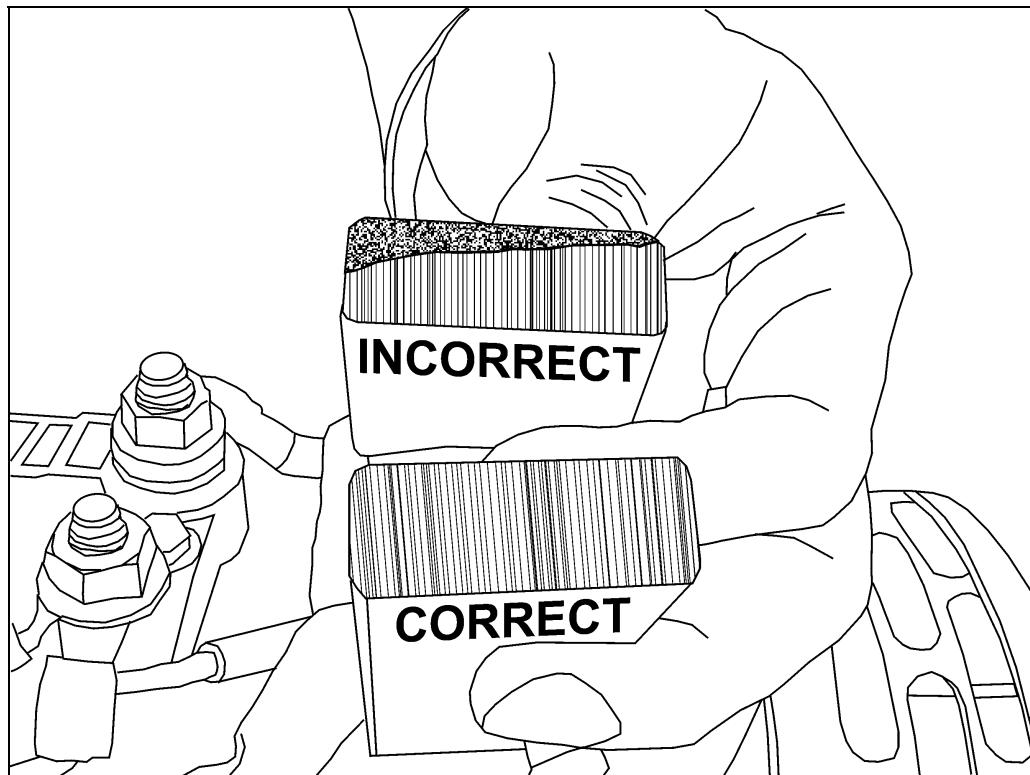

FIGURE 5
- c. Répéter la méthode a ou b jusqu'à ce que les balais soient usés au profil exact du collecteur. **La zone frottante des balais ne doit pas être inférieure à 80% de la surface totale de la face (Voir la figure 5).**